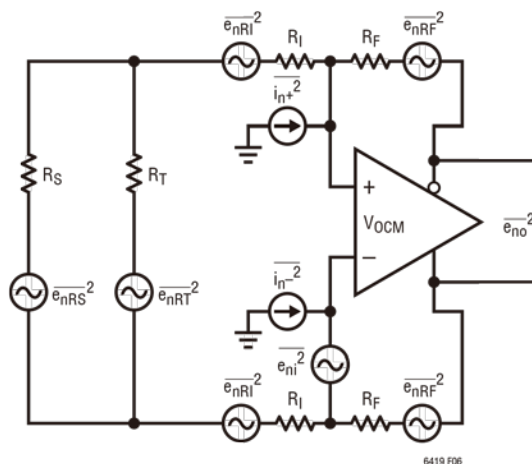

图 6. 包括源和端接电阻的更一般噪声模型
为了计算噪声系数 (NF)，还应考虑源电阻及其产生的噪声。图 6 显示了放大器的噪声模型，其中包括源电阻 (R_S)。为使计算一般化，还应考虑端接电阻 (R_T) 及其噪声贡献。